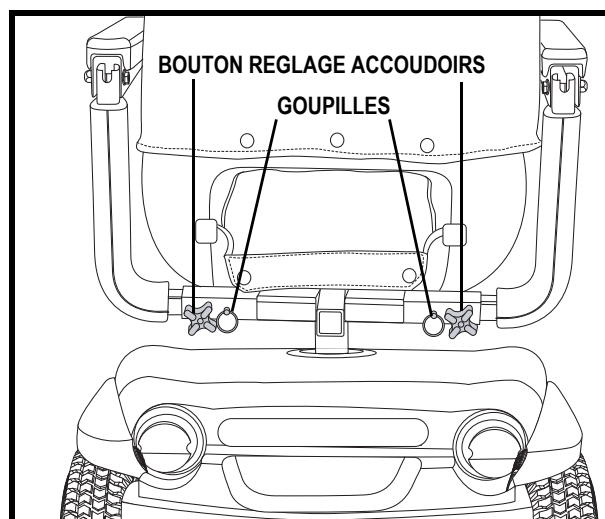

Figure 16. Réglage largeur accoudoirs
1. Desserrez les boutons de réglage. **Voir la figure 16.**